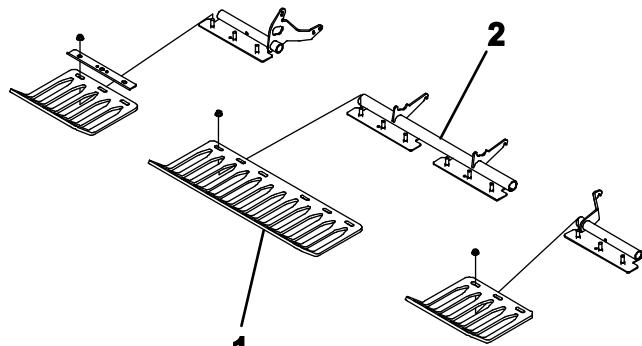

Figura 23
- Instale provisionalmente los protectores de césped en los soportes de los protectores de césped con 4 abrazaderas y 12 tuercas con arandela prensada (Figura 23). No apriete los herrajes.
**Nota:** Las abrazaderas de los protectores de césped y las tuercas con arandela prensada se envían sujetos a los soportes de los protectores de césped (Figura 23).